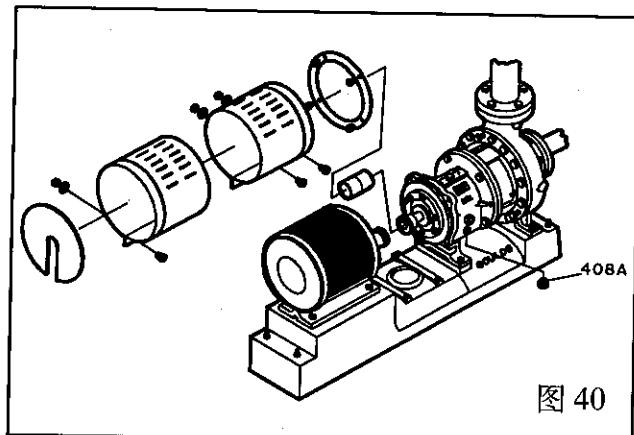

图 40
7. 如果采用浸油润滑，拆下轴承箱上的排油塞(408A)将油排尽，油排尽后再将油塞装上，在装配时，再将油注入轴承箱。(图 40)